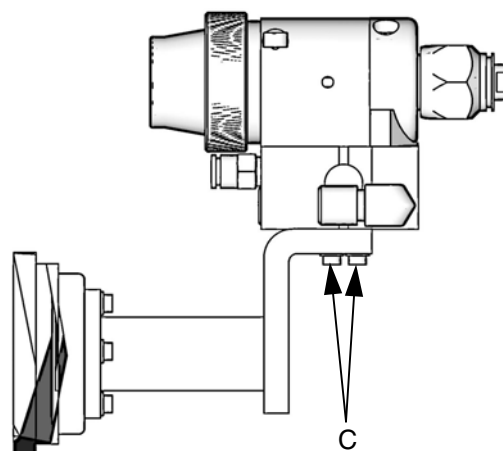

FIG. 4: Montage op staande vaste houder
Het pistool monteren op een staande vaste houder (zie FIG. 4 en **Tekening van montagegaten** op blz. 28):
3. Installeer een zelfontlastende luchtkraan op de luchtaanvoerleiding voor de cilinder van het pistool om de lucht naar de luchtcilinder of te sluiten. Sluit de luchtaanvoerleiding aan op de luchtinlaat van de pistoolcilinder (C). Zie FIG. 4.
4. Installeer voor verfspuittoepassingen een geïntegreerd materiaalfilter (onderdeelnr. 210500) in de materiaal-inlaat van het pistool (F) om te voorkomen dat de spuittip verstopt raakt door deeltjes in het materiaal. Zie FIG. 4.
5. Sluit de elektrisch geleidende materiaalslang aan op de materiaal-inlaat van het pistool (F) of het optionele geïntegreerde materiaalfilter.